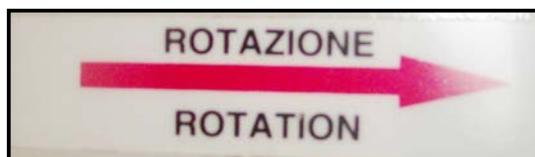

Figura 4 – Pittogramma del senso di rotazione.
- Pittogramma del senso di rotazione della ventola (Figura 4);